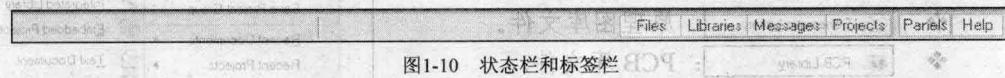

图 1-10 状态栏和标签栏
- (3) 【Status Bar】: 选中该选项，浏览器主窗口下方将出现如图 1-10 所示的状态栏和标签栏。